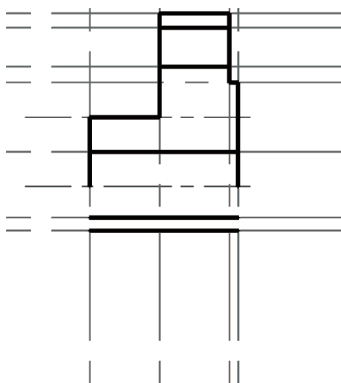

图 8-39 绘制粗实线
14) 在另一个视图中绘制部分轮廓线。从“图层”面板的图层列表中选择“粗实线”层, 将“粗实线”层设置为当前层。单击“直线”按钮, 并结合对象捕捉和对象捕捉追踪等功能绘制图 8-39 所示的粗实线。